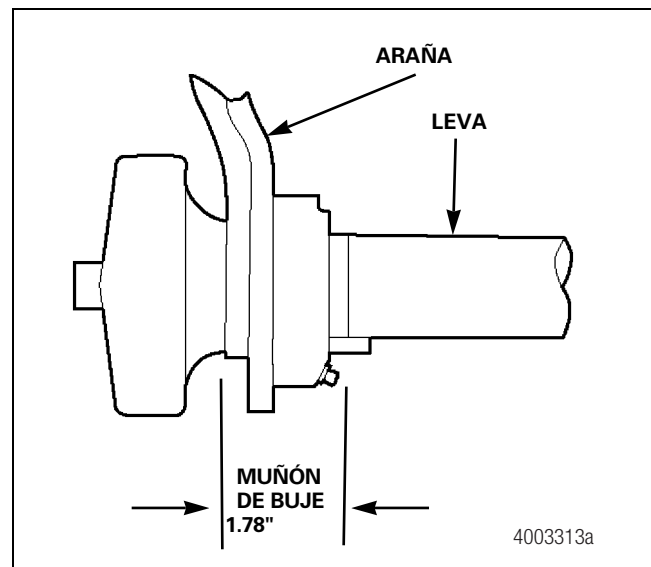

Figura 12.12
- Los ejes de levas con muñones no tratados térmicamente se usan con bujes de casquillo plástico. Figura 12.12.